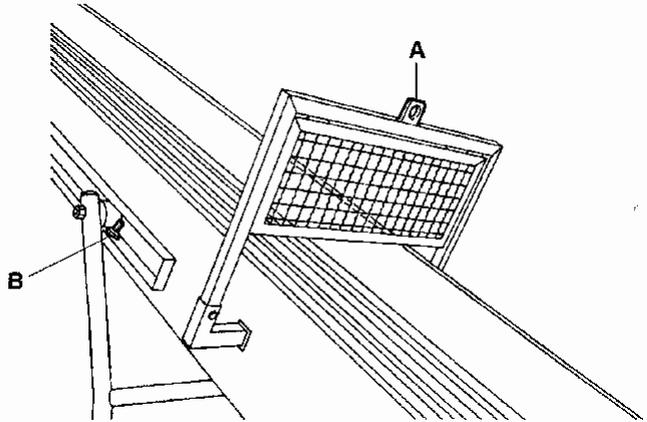

Abb. 7
Zum Anheben beim Be- und Entladen der Maschine für einen eventuellen Transport auf dem LKW ist das Förderband mit eigenen Haken zum Einhängen ausgestattet (siehe A Abb. 7), außerdem muss der Sicherheitsstift eingeführt werden, der in Abb. 7 mit B bezeichnet ist.
1. Die Maschine am angegebenen Punkt einhaken: siehe Abbildung 7 Bez. A für die Modelle